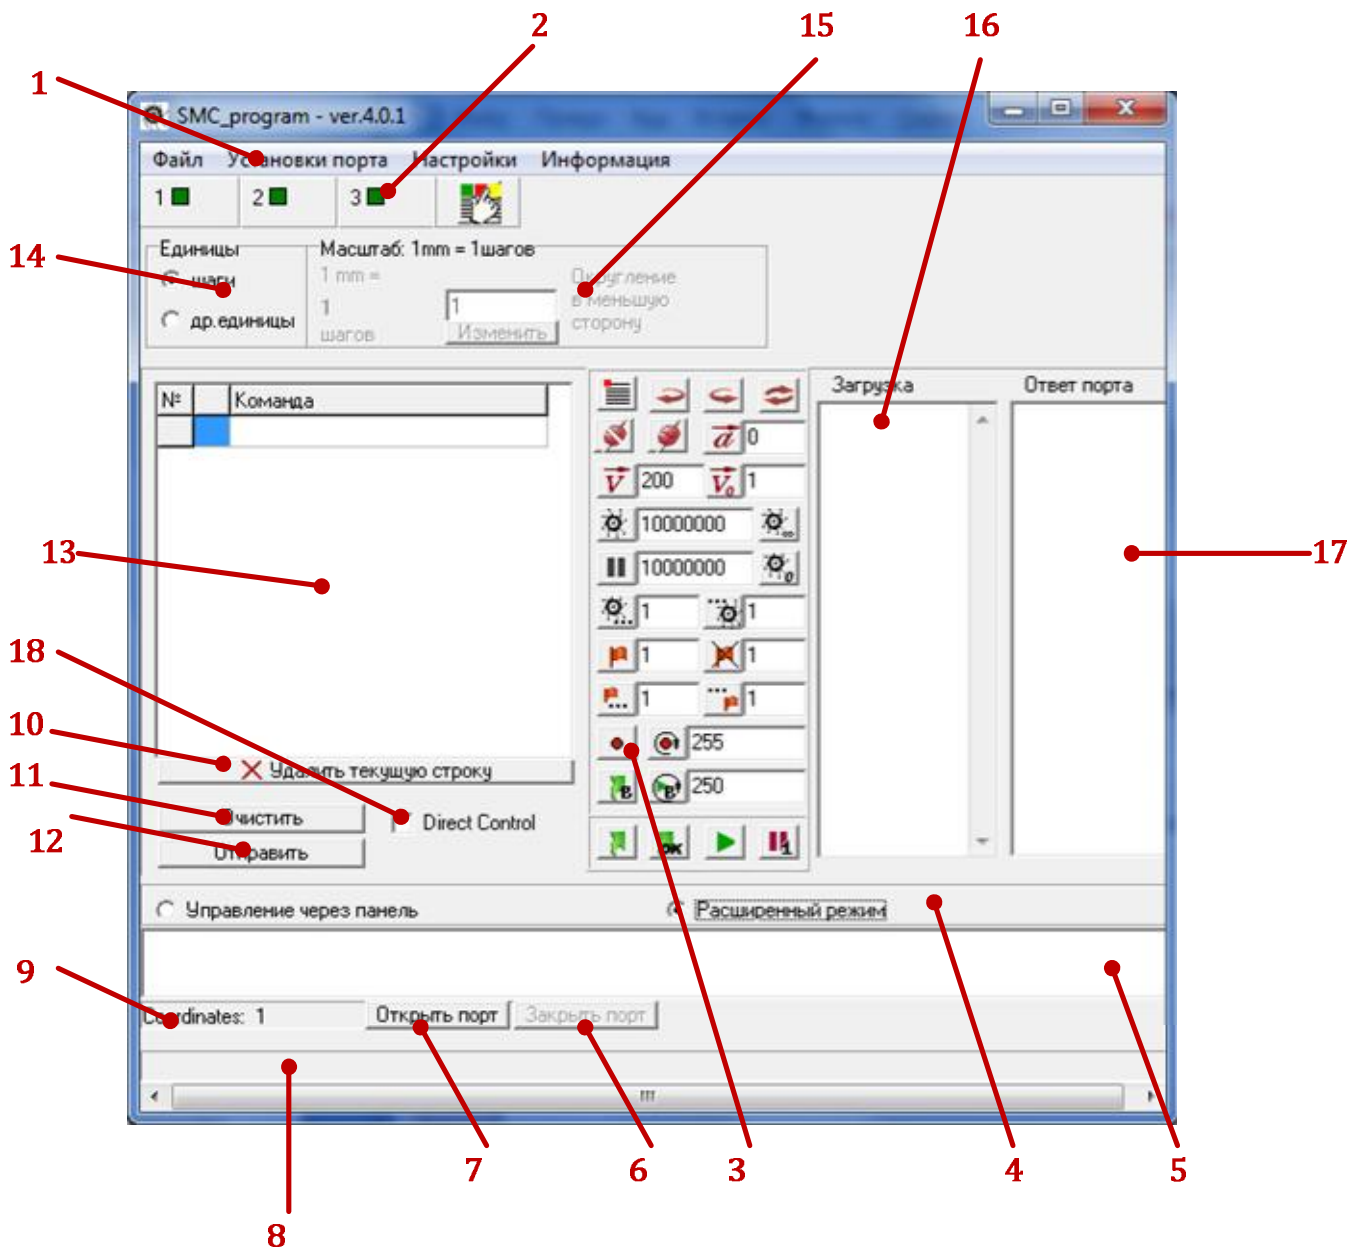
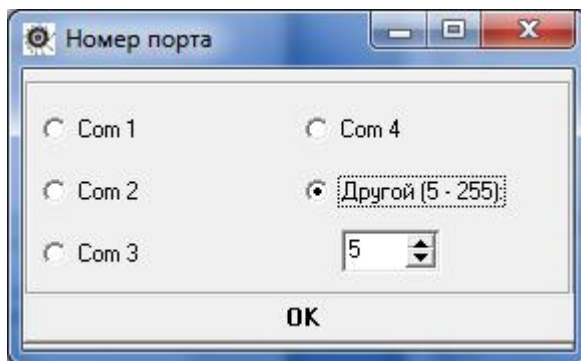
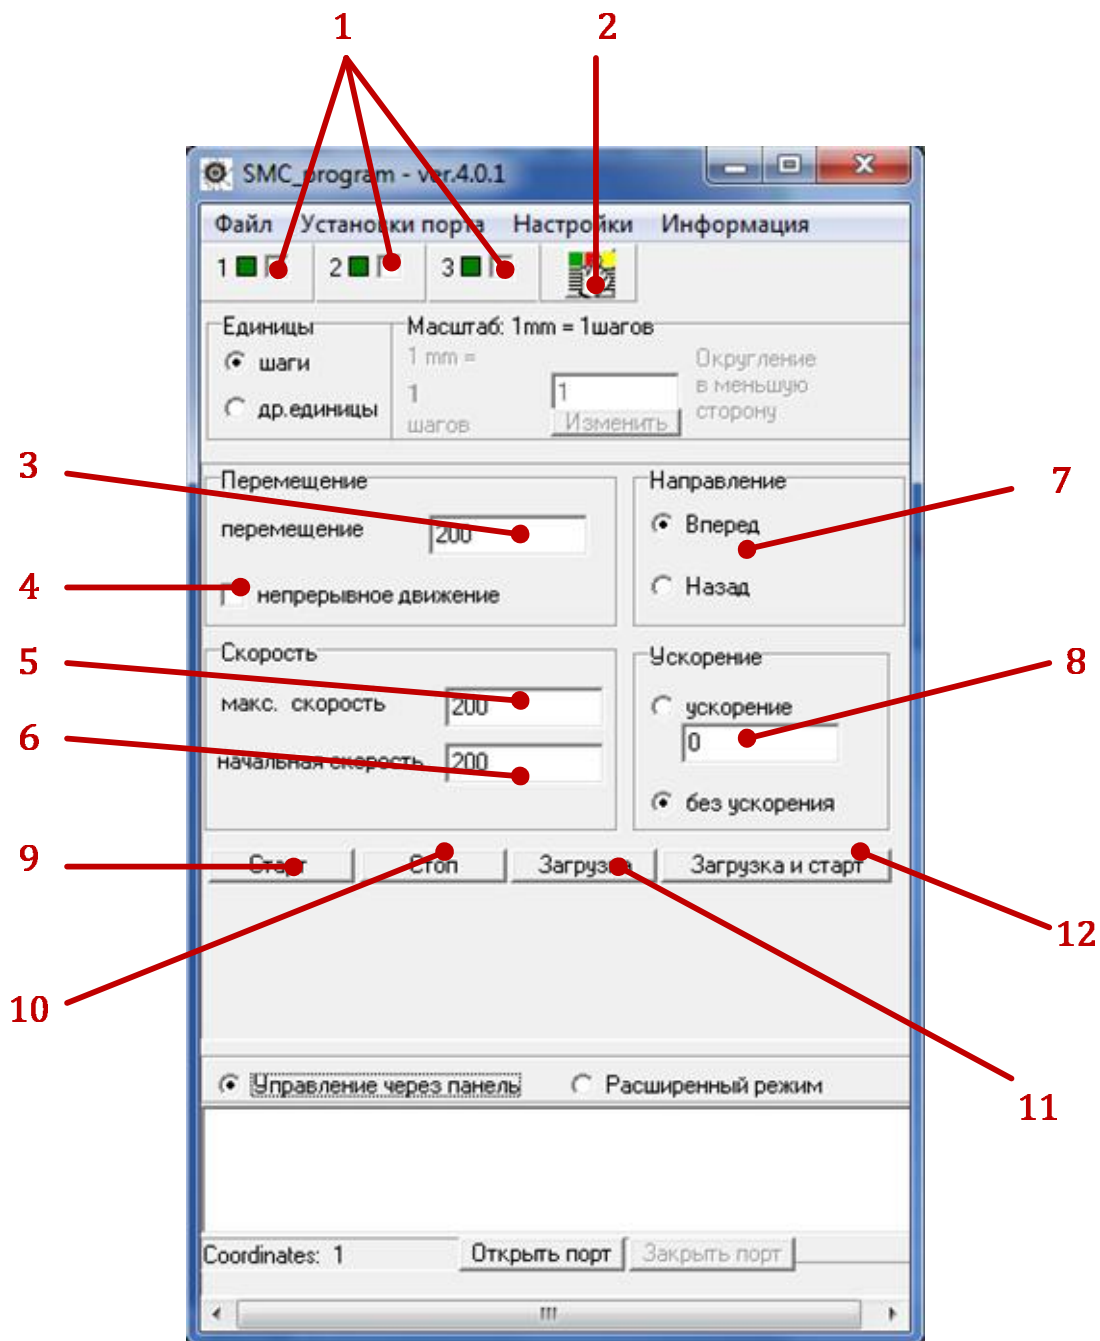

Рис. 1. Окно программы *SMC_Program v.4.0.1*
Рис. 2. Окно выбора номера порта.
Рис. 4. Окно программы SMC_Program v.4.0.1 в режиме управления через панель.
Окно программы *SMC_Program v.4.0.1* показано на рис.1.
Переключатель (4) осуществляет переключение между режимом управления через панель (упрощенный режим управления) и расширенным режимом (программа на рис.1 находится в расширенном режиме).
Необходимо выставить номер СОМ-порта, к которому подключен контроллер. Для этого выберите в меню (п.1 на рис.1) пункт «Установки порта» >>> «Выбрать порт». В появившемся окошке необходимо выбрать нужный порт. (Рис.2).
Панель индикаторов режимов (2 – на рис.1) отображает, в каком из режимов находятся каналы контроллера. При работе блоков серии *SMSD* используется только 1 канал. Каждый из каналов может находиться в одном из следующих режимов:
- **Дежурный режим.** Цветовой индикатор на панели индикаторов режимов (2 – на рис. 1) зеленого цвета. Канал контроллера или блока серии *SMSD* находится в режиме ожидания.
- **Режим загрузки программы.** Цветовой индикатор на панели индикаторов режимов (2 – на рис.1) желтого цвета. Блок серии *SMSD* находится в режиме загрузки исполнительной программы.
- **Режим выполнения программы.** Цветовой индикатор на панели индикаторов режимов (2 – на рис.1) красного цвета. Канал контроллера обрабатывает записанную в его память исполнительную программу.
- **Режим паузы/ Аварийный режим.** Цветовой индикатор на панели индикаторов режимов (2 – на рис.1) черного цвета. Выполнение исполнительной программы приостановлено – по команде от ПК, либо от датчика.
В режиме управления через панель (перейти в этот режим можно при помощи переключателя 4 – рис.1, подробнее в разделе 5) на панели индикаторов режимов необходимо выбирать каким каналам контроллера будут передаваться последующие команды. Для блока серии *SMSD* следует выбрать первый канал и отключить каналы 2 и 3. В режиме управления через панель это могут быть команды «Пуск», «Стоп», «Старт» и «Загрузка». Команды «Пуск», «Старт» и «Загрузка» выполняются из дежурного режима. Команда «Стоп» выполняется из режима работы канала. Все четыре команды выполняются только для тех каналов, которые отмечены флажками на панели индикаторов.
Режим управления через панель предназначен для упрощенного быстрого управления шаговыми двигателями, подключенными к контроллеру. Окно программы *SMC_Program v.4.0.1* в режиме управления через панель показано на рис.4. Перейти в режим управления через панель можно при помощи переключателя 4 – рис.1.
В режиме управления через панель можно выбирать, какому (каким) из трех каналов будут предназначены команды. Для блоков серии *SMSD* необходимо выбирать только канал 1, каналы 2 и 3 должны быть выключены (сняты галочки). Для выбора каналов на панели индикаторов режимов необходимо отметить флажками номера необходимых каналов (п.1 на рис.2.). Номера отмеченных каналов (координат) дублируются в полосе состояния в нижней части окна программы (п.9 на рис.1).
Кнопка «Загрузка» (11) предназначена для загрузки данных из панели управления в каналы контроллера, отмеченные флажками на панели индикаторов режимов (1 на рис.4). По нажатию кнопки «Загрузка» формируется программа на основе данных панели и загружается в память контроллера. Программа перезаписывается в канал (каналы), предыдущая программа стирается из памяти. Запуск двигателя (двигателей) при этом не происходит.
Кнопка «Старт» (9) запускает на исполнение программу, которая записана в памяти канала (каналов), отмеченных флажками на панели индикаторов режимов (1 на рис.4). При этом данные панели управления (3 – 8) не используются.
Перейти в расширенный режим управления можно при помощи переключателя (4)(рис.1). Окно программы *SMC_Program v.4.0.1* в ручном режиме управления показано на рис.1.
LD* BG* EN*	Начать загрузку программы в канал Переводит канал в режим загрузки программы. Команда работает только из дежурного режима, после отправки этой команды канал переходит в режим загрузки, цветовой индикатор канала на панели индикаторов режимов (2 на рис.1) становится желтого цвета. Все команды, следующие за командой «Начать загрузку» воспринимаются как исполнительные и записываются в память соответствующего канала контроллера. Окончание записи исполняющей программы происходит при получении команды «Завершить загрузку» (ED*). Без получения команды «Завершить загрузку» запись программы отменяется.
Для облегчения работы мы ввели возможность вводить коэффициент перевода количества шагов двигателя в линейное перемещение. На рис.1 п.15 – переключатель определяет, будут ли в командах «скорость», «начальная скорость», «ускорение», «перемещение на заданную величину» указываться в шагах (микрошагах) или в других единицах измерения. Если отмечен переключатель «Шаги» (рис.1 п.15), то все команды передаются без изменений, двигатель обрабатывает нужное количество шагов (микрошагов), скорости указываются в шагах в секунду, ускорение – в шагах в секунду за секунду.
Пример 1: на рис.4 отмечен переключатель «Шаги». Если нажать кнопку «Пуск» (рис.4), двигатель обрабатывает 200 шагов (микрошагов) со скоростью 200 шагов в секунду.